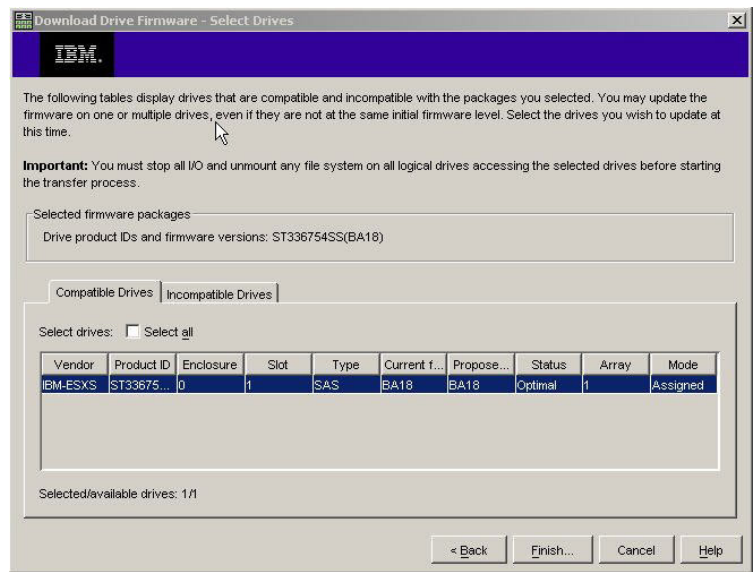

图 24. Select Drive 窗口
8. 在 Select Drive 窗口（如第 93 页的图 24 所示）中，单击 **Compatible Drives** 选项卡。Compatible Drives 页面包含一个驱动器列表，这些驱动器与您选择的固件软